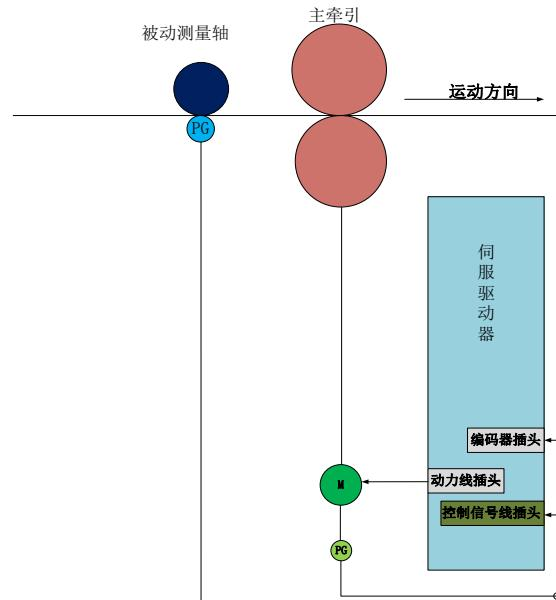
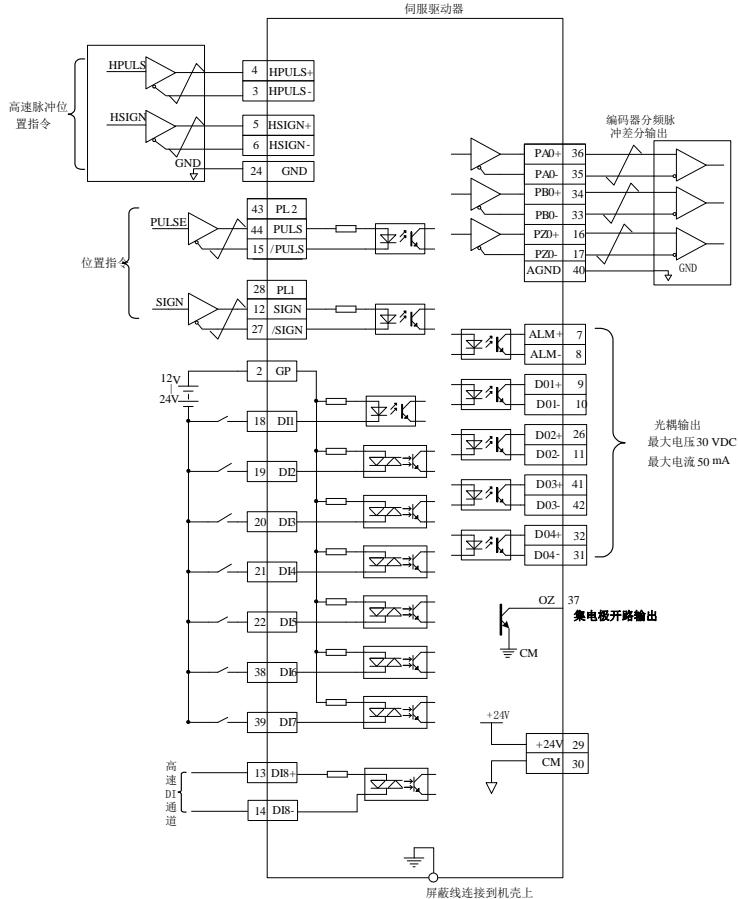

图 6.4.37 全闭环典型应用示意图
图 6.4.39 全闭环模式典型接线图
- ◆ 参考图 6.4.37 或图 6.4.39 的配线说明，进行 DI/DO 信号的连线；